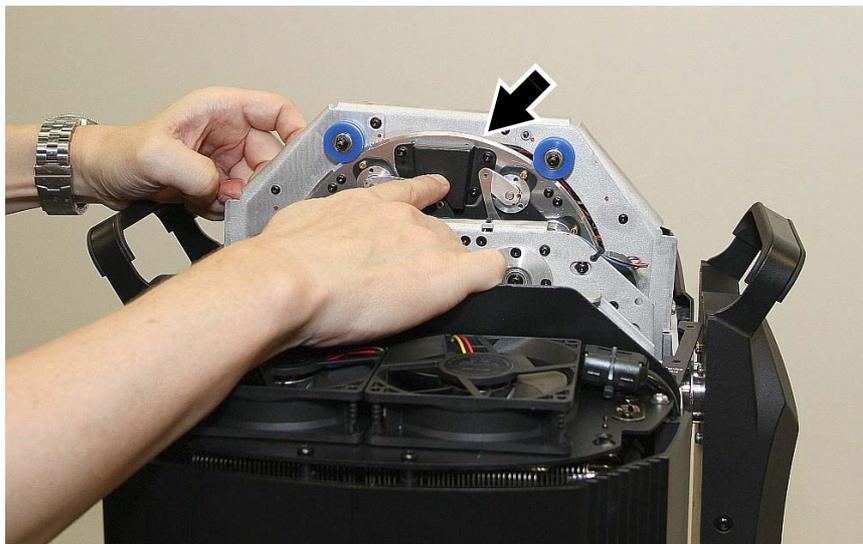

Figure 25: Orientation du module de découpe pendant la dépose
8. Déplacez l'équipage de mise au net vers l'avant de l'appareil d'une main. De l'autre main, commencez à soulever le module de découpe (ou la roue de gobos 3 si vous travaillez un modèle Profile) hors de la tête. Voir Figure 25. Dans le mouvement vers le haut, tournez le berceau des couteaux de façon à aligner la platine noire en saillie à 12 heures. Dans toute autre position, il n'y aura pas assez de place pour dégager le module de la tête. Surveillez le faisceau de câblage pendant la dépose et vérifiez qu'il ne reste pas coincé dans les autres modules.